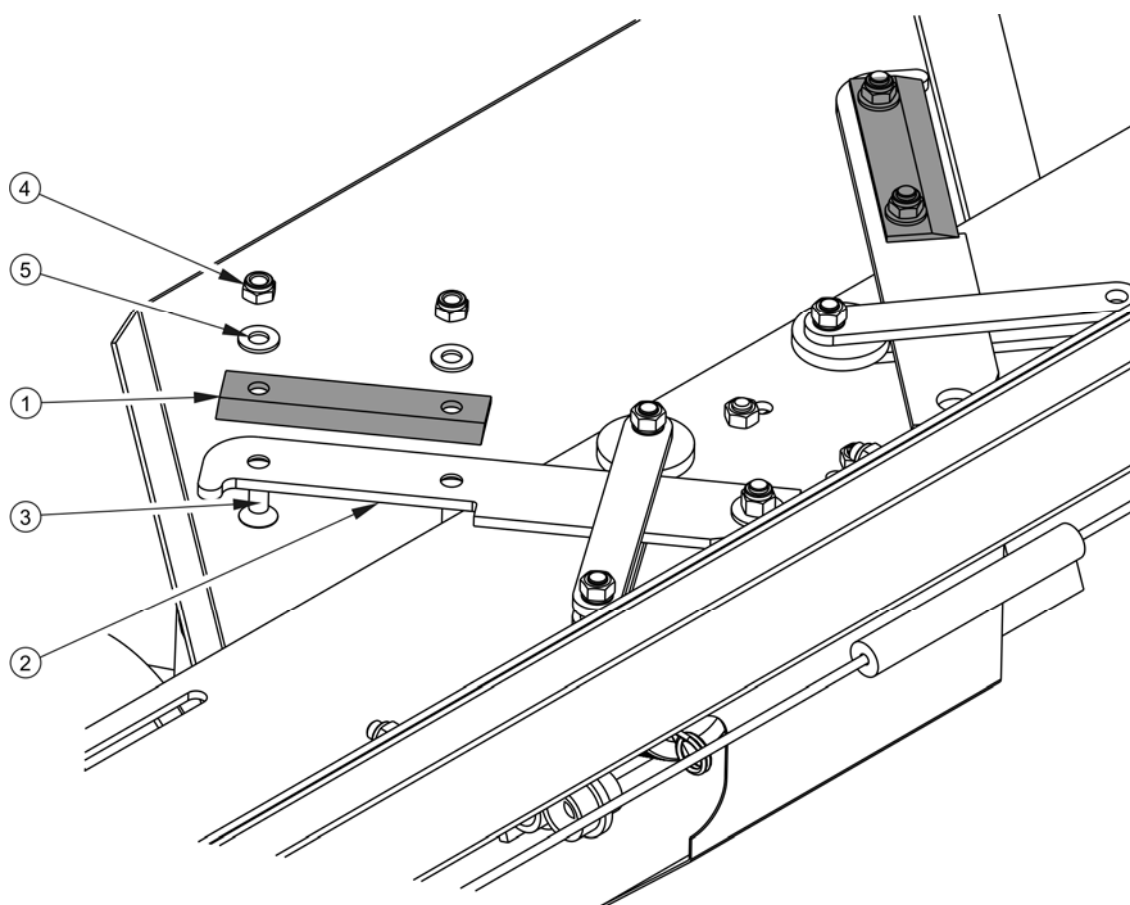

РИСУНОК 5.11 Замена ножей вид снизу при открытом механизме.
- ➔ Отвинтить гайки 4 рисунок 5.11 , вынуть болты 3 и шайбы 5 .